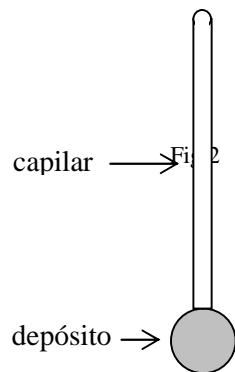

Fig.2
4. El volumen del depósito de un termómetro de mercurio (ver Fig. 2) en vidrio es 15 cm^3 a 0°C y el diámetro del capilar es de 2 mm. Si la sección transversal del capilar se considera constante y el mercurio llena completamente el depósito a 0°C (como lo muestra la figura) . Calcule: